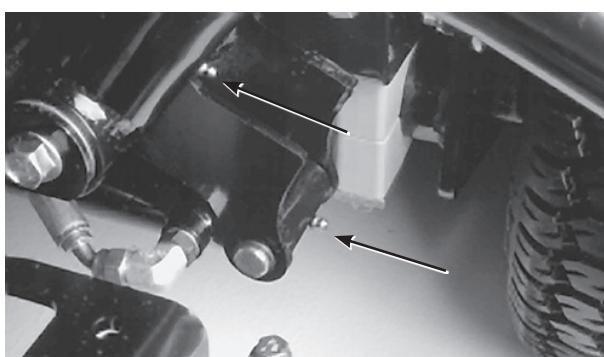

図 32
- ・ 左昇降アームのピボット昇降シリンダ（2か所；図32）